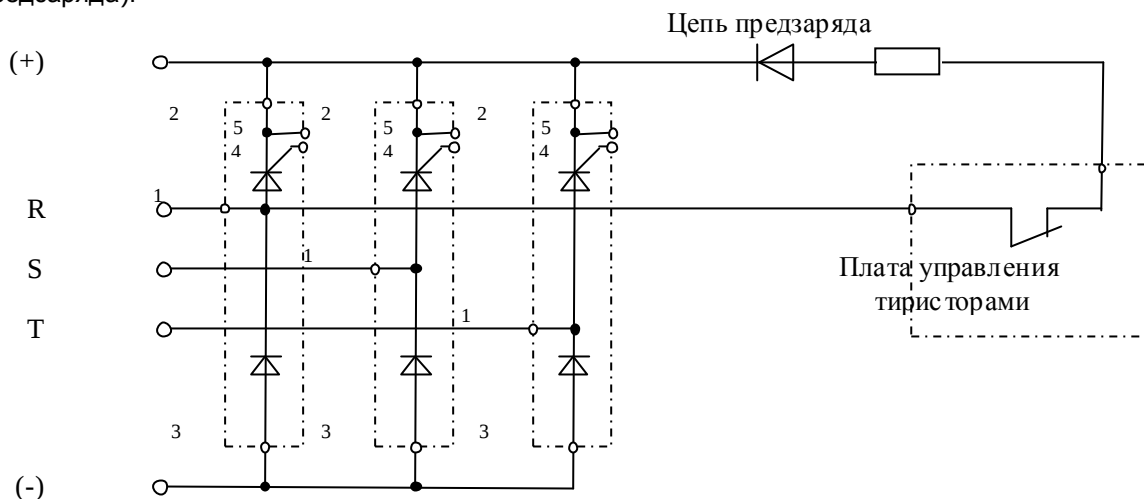

Рис.4.5.
4.7.2. Электрическая принципиальная схема входных диодно-тиристорных модулей приведена на рис.4.5. (на схеме также показаны внешние силовые клеммы ПЧ и цепь предзаряда).